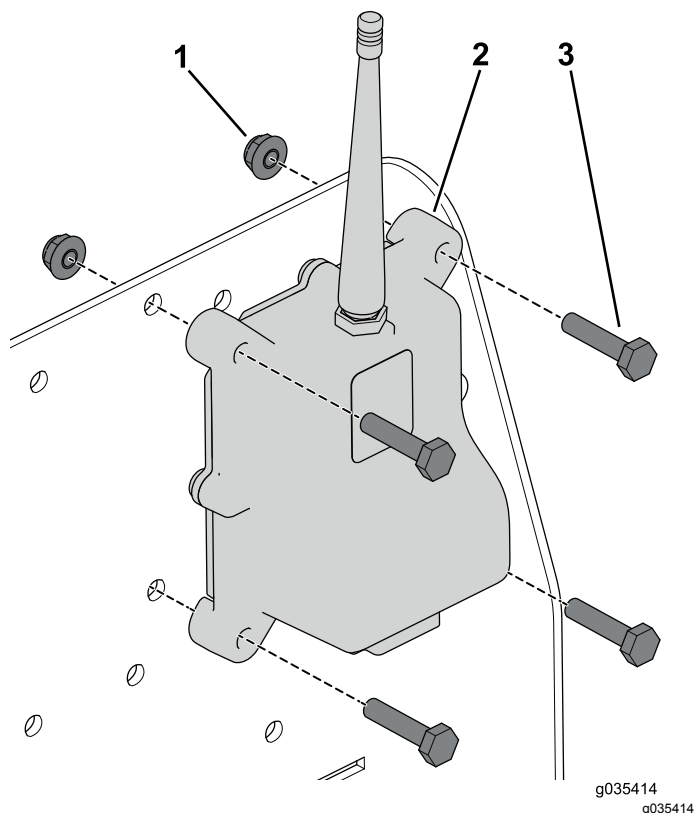

Figura 11
1. Utilice los 4 pernos (1/4" x 3/4") y las tuercas con arandela prensada para fijar el transceptor (Figura 11).